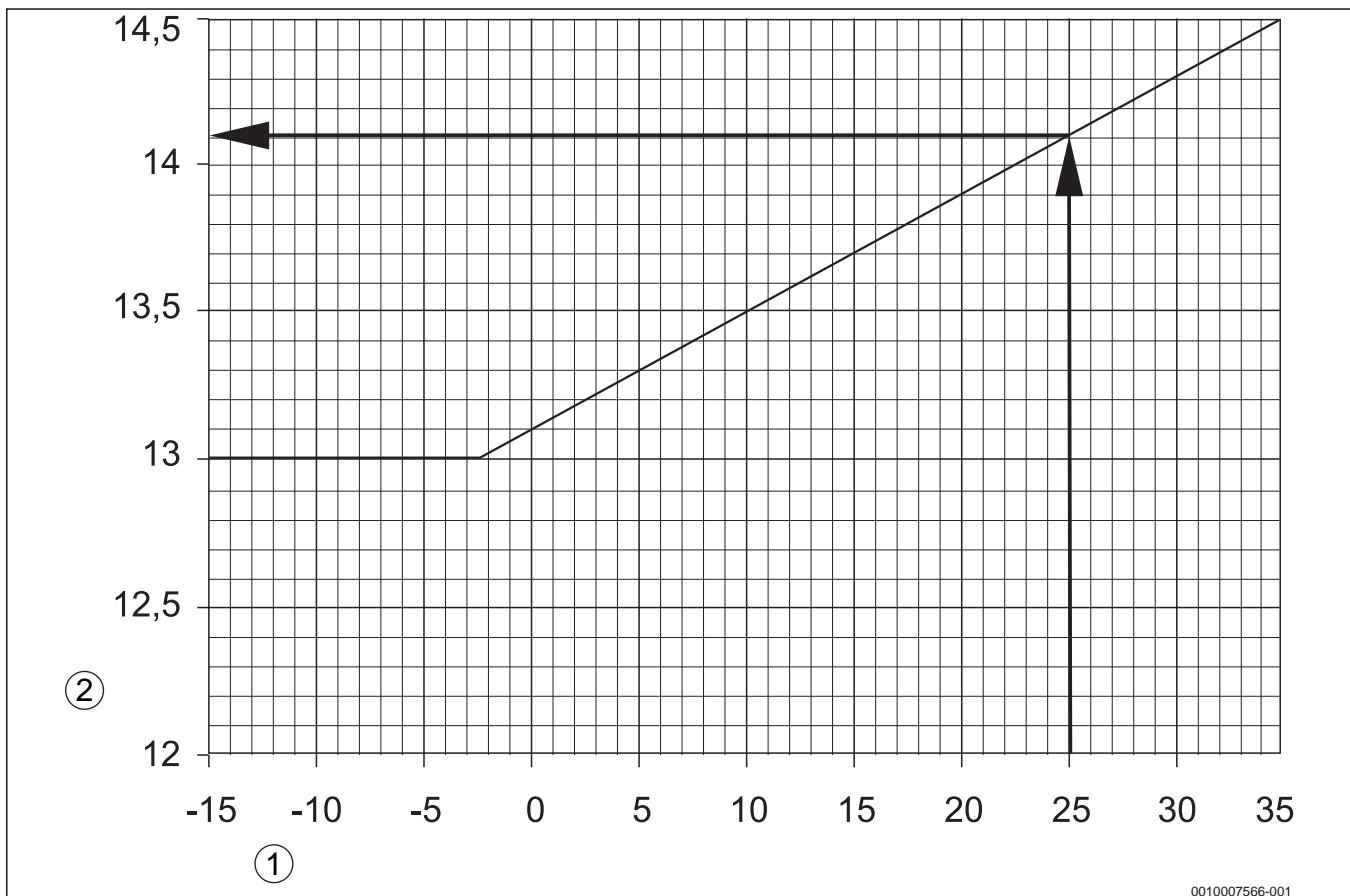

Рис. 6 Регулировка CO₂ при подаче приточного воздуха через трубу в наружной стене (действует с кожухом горелки и без него)
- ▶ Отрегулируйте содержание CO₂ регулировочным винтом на топливном насосе в соответствии с рис. 6 или 7 в зависимости от того, как поступает воздух: непосредственно через наружную стену или по концентрической трубе.